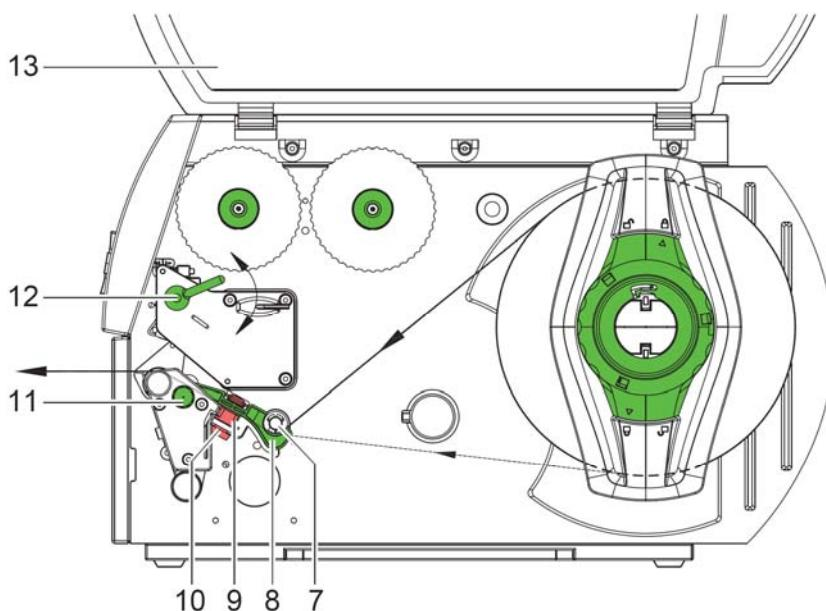

图 7 标签纸安装路径
► 转松标签传感器固定旋钮(图7的10)，依据标签纸的辨识用孔位、反射式黑条与标签纸之间的间隔位置，适当移动标签传感器位置，以便能正确侦测到每张标签；